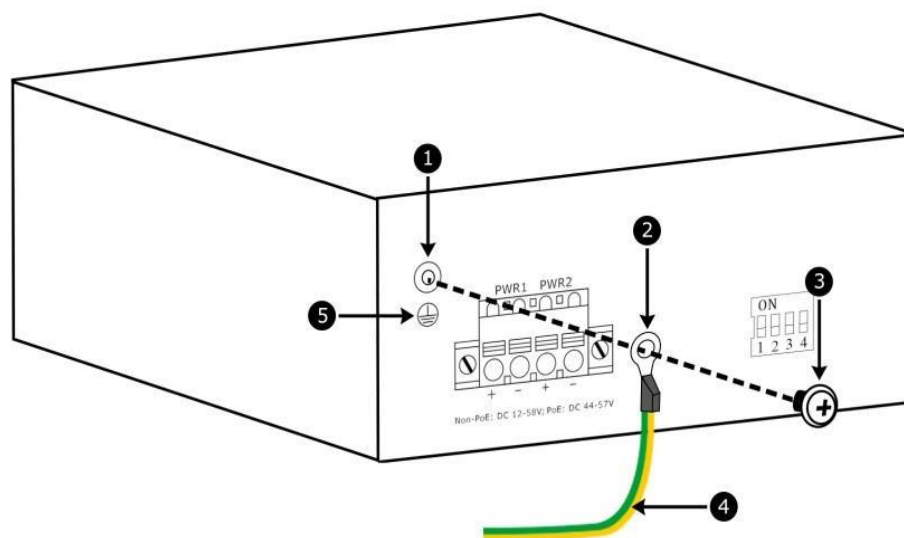

Рисунок 4
2. Правильно подключите заземляющий кабель коммутатора (см. рис. 4).